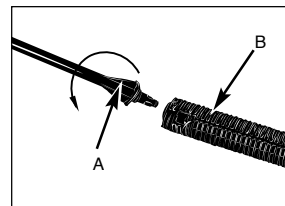

Fig. 3-2A
2. Insert the lance extension (A) into the trigger gun (B). Turn the lance extension (A) clockwise until tight. (Fig. 3-2A)
2. Insérez la rallonge de la lance (A) dans le pistolet (B). Vissez la rallonge de la lance (A) dans le sens des aiguilles d'une montre jusqu'à ce qu'elle soit bien serrée. (Fig. 3-2A)